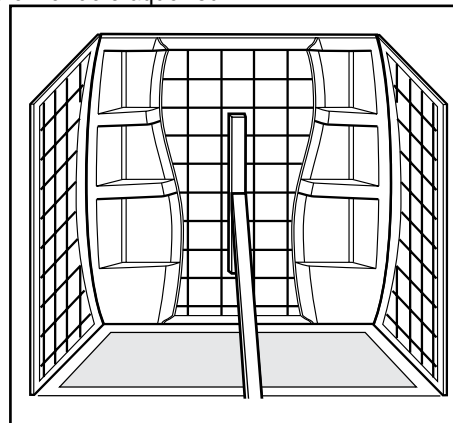

Figure 5
- 6** Installez un contrevent temporaire pour retenir le centre du panneau arrière fermement sur les poteaux, pendant environ 24 heures, le temps que la colle adhère (fig. 5).